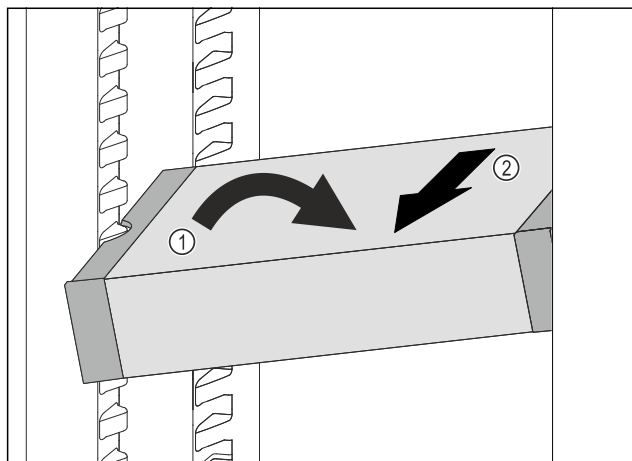

Fig. 132
- Poziționați oblic VarioSafe în frigider. Fig. 132 (1)
- Extrageți VarioSafe spre înainte. Fig. 132 (2)